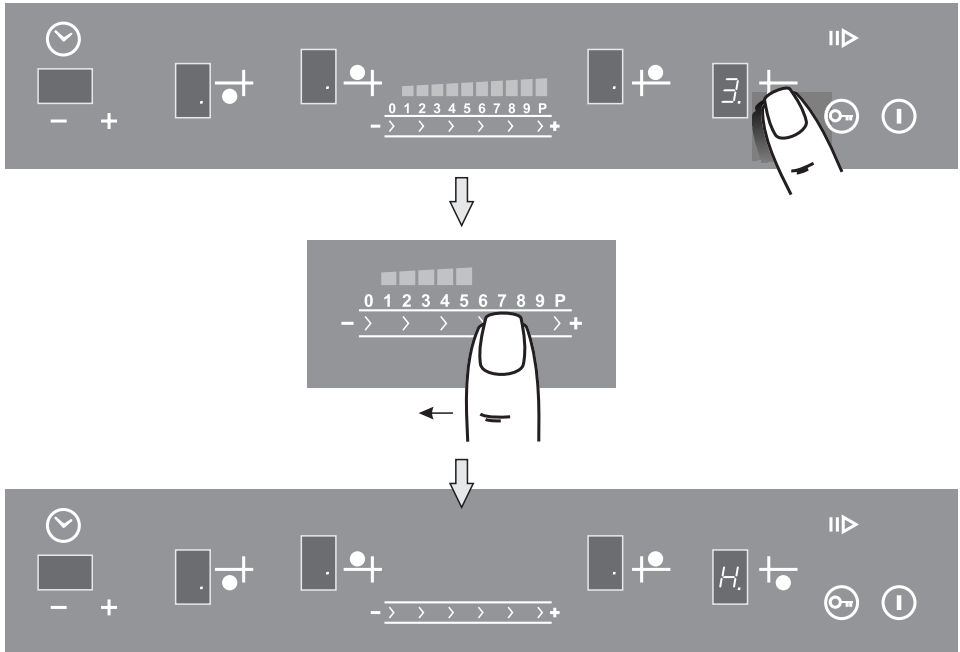

Рис.14
1. Работающую конфорку перевести касанием зоны ② в режим управления (рис. 14).
2. Перемещая палец по поверхности ④, установить в окне индикации значение «0» - конфорка отключится. В окне ③ будет светиться буква «Н», указывающая, что конфорка еще горячая.